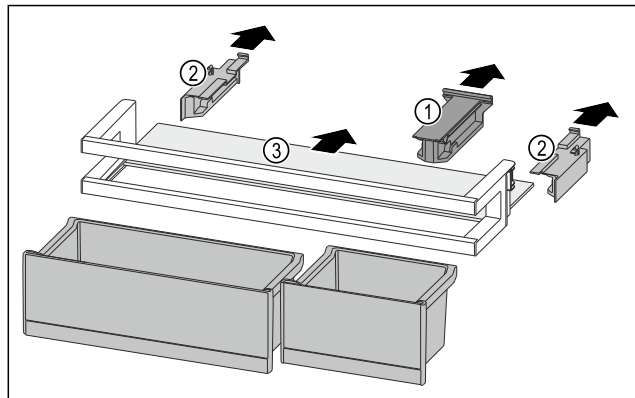

Fig. 141
- ▶ Halteteil Fig. 141 (1) abziehen.
- ▶ Seitenteile Fig. 141 (2) abziehen.
- ▶ Abstellfläche Fig. 141 (3) entnehmen.